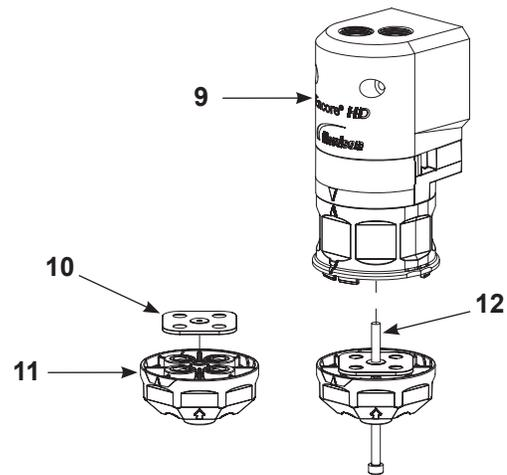

Figure 23 Assemblage du joint plat et du bloc en Y inférieur
NOTE : Le joint plat du bloc en Y (élément 10 dans la Figure 23) doit être remplacé à chaque fois que la pompe est démontée.
3. Voir la Figure 23. Poser le joint plat (10) sur le bloc en Y inférieur (11), puis faire passer la vis longue (12) à travers le bloc en Y inférieur et dans le boîtier de la vanne à étranglement, le bloc en Y supérieur et le distributeur de purge. Serrer les vis à un couple de 25-30 in.-lb (2,8-3,4 N•m).